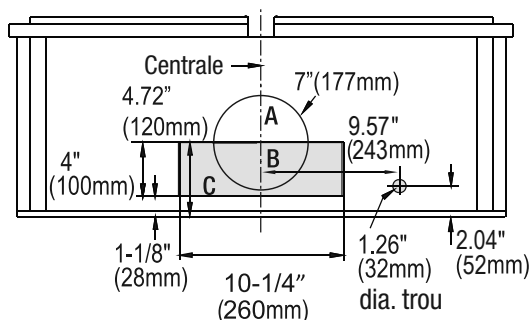
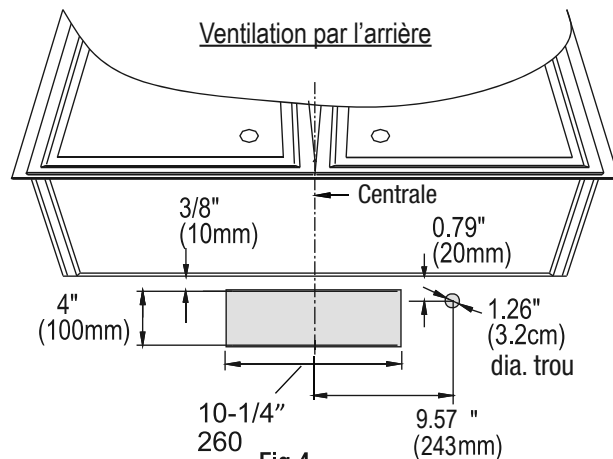

Fig.3
Fig.4
- Déterminer si votre système de ventilation existant évacue l'air par le haut ou par l'arrière. Veiller à ce que les ouvertures dans l'armoire ou dans le mur pour le clapet et pour l'accès à l'électricité sont à des endroits appropriés et sont de tailles appropriées. Voir la Fig. 3 si votre ventilation est par le haut ou voir Fig. 4 si elle est par l'arrière. Pour la ventilation par le haut (Fig. 3), si vous utilisez l'adaptateur rond, l'ouverture devrait être A et B seulement. Si vous utilisez le clapet rectangulaire, l'ouverture devrait être B et C seulement.